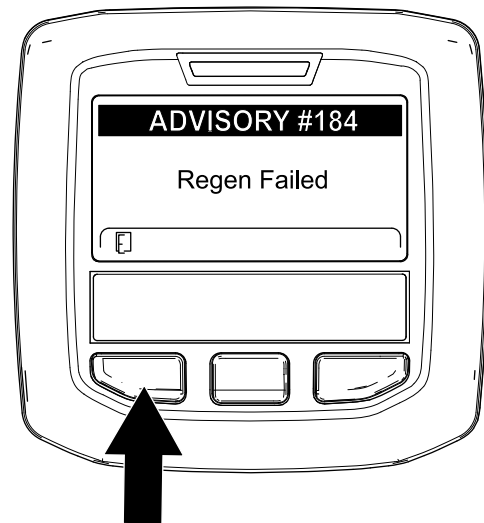

Figura 64
**Nota:** Se la rigenerazione non viene completata, l'InfoCenter visualizza il messaggio Advisory #184 (Figura 64). Premete il pulsante sinistro per uscire e tornare alla schermata Home.